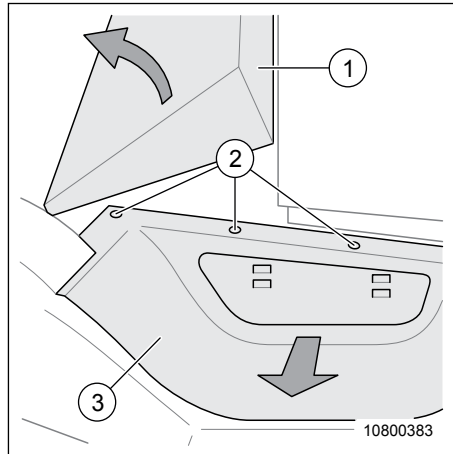

Fig. 176 Remplacer la batterie du véhicule
6. Soulever le plancher (Fig. 176, pos. 1) de l'espace-pieds.
7. Retirer les vis (Fig. 176, pos. 2) du revêtement du marche-pied (Fig. 176, pos. 3).
8. Retirer le revêtement du marche-pied (Fig. 176, pos. 3).